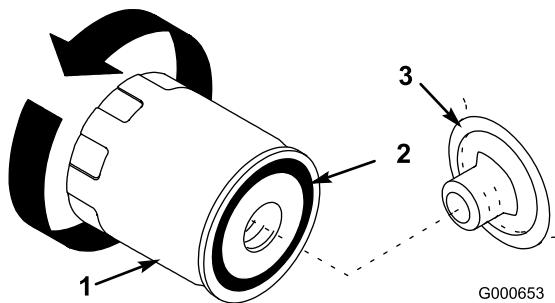

Figure 22
- Déposez le filtre à huile usagé et essuyez la surface du joint de l'adaptateur (Figure 22).
- Appliquez une fine couche d'huile neuve sur le joint en caoutchouc du filtre de rechange (Figure 22).
- Posez le filtre à huile de rechange sur l'adaptateur. Tournez le filtre dans le sens horaire jusqu'à ce que le joint rejoigne l'adaptateur, puis donnez 1/2 tour supplémentaire (Figure 22).
- Faites l'appoint d'huile avec précaution pour faire monter le niveau jusqu'au repère du plein (F) sur la jauge.